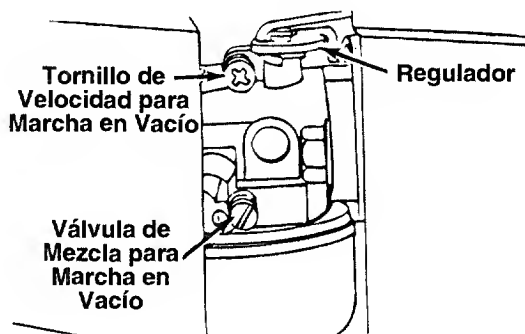

FIGURA 15.
- Cierre con la mano la válvula de mezcla para marcha en vacío (véase figura 15) hacia la derecha ↻. No la fuerce porque puede dañarla. Luego abra 1-1/2 giro hacia la izquierda ↻.